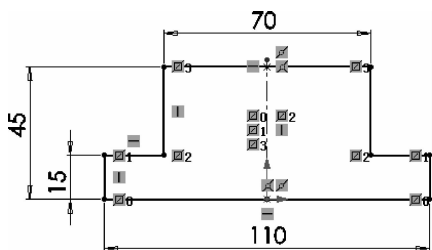

图 1-22 最终完成的基座零件模型草图
②在微调框中输入尺寸值“45”，单击✓按钮，完成尺寸修改。按同样方法标注并修改其他尺寸，最终完成的草图如图 1-22 所示。